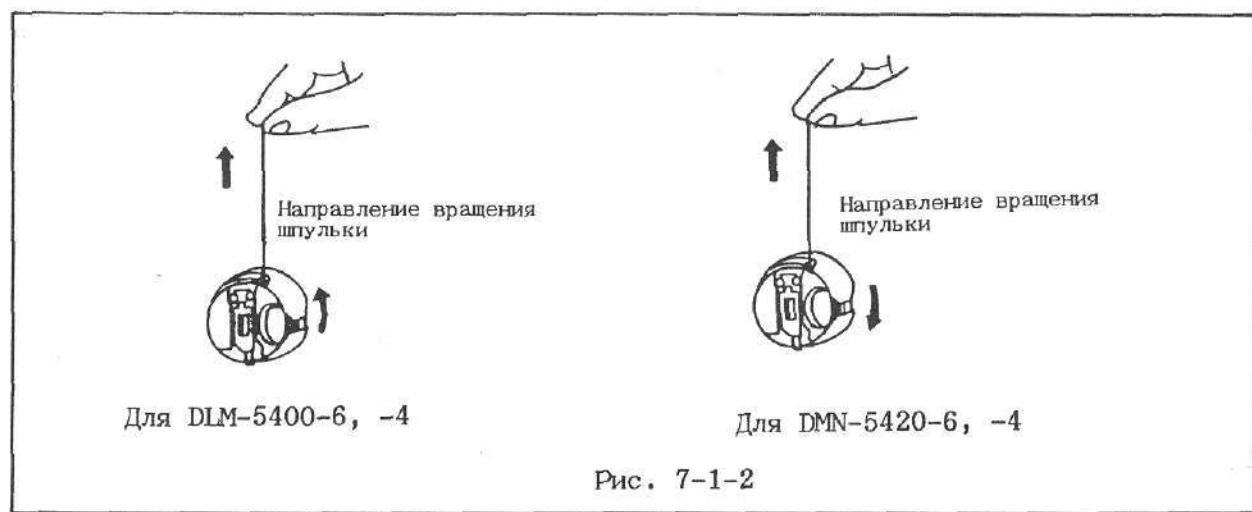

Рис. 7-1-2
- ### о Когда используется шпульный колпачок с пружиной против холостого вращения, нужно поставить шпульку в шпульный колпачок в таком положении, чтобы направление намотки нитки на шпульке было таким, как показано на рис. 7-1-2.